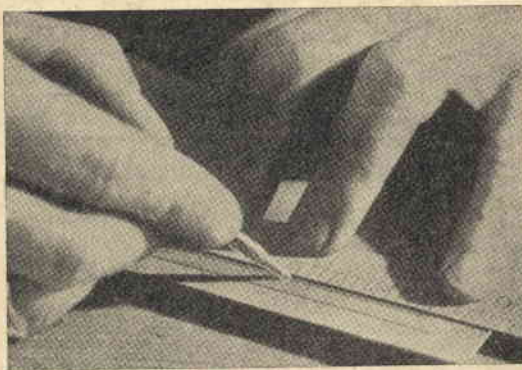

Fig. 7 - Per le linee dritte, guidatevi sempre con la riga
10. - *La riga.* Si differisce dal righello per le misure, essendo più lunga, ma, quel che maggiormente conta, più larga e più pesante. Questi requisiti sono richiesti dal fatto che deve servire da guida agli utensili usati per tagliare od imprimere linee dritte nel cuoio, e di conseguenza è bene che essa abbia un forte attrito sul materiale, in modo da non essere troppo soggetta a muoversi. La fig. 7 illustra come usarla.